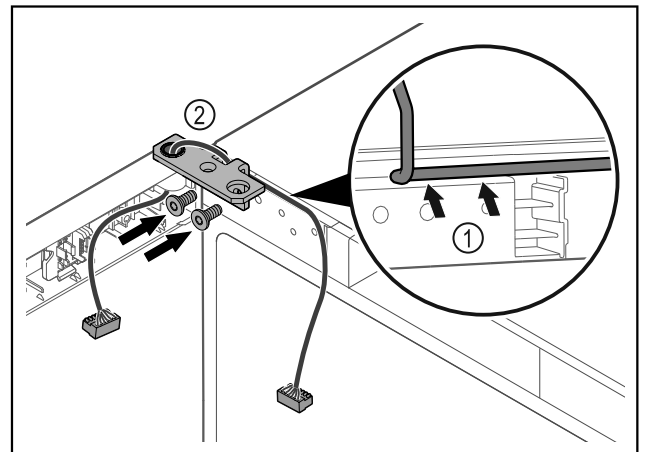

Fig. 38
- ▶ Kabel durch die Ausparung des Scharnierwinkels führen und vorsichtig verlegen Fig. 38 (1).
- ▶ Scharnierwinkel Fig. 38 (2) anschrauben.